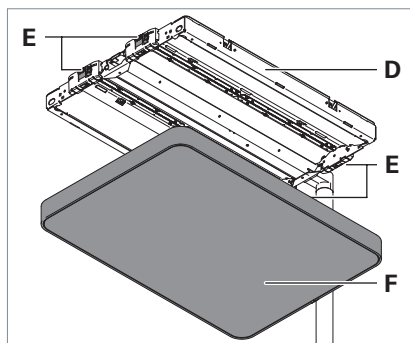

Fig. 19: Démontez le cadre de protection.
- Appuyez sur les quatre crochets **E** jusqu'à ce que le cadre de protection se détache et enlevez le cadre de protection du châssis du luminaire **D** en le tirant vers le bas, voir Fig. 19.